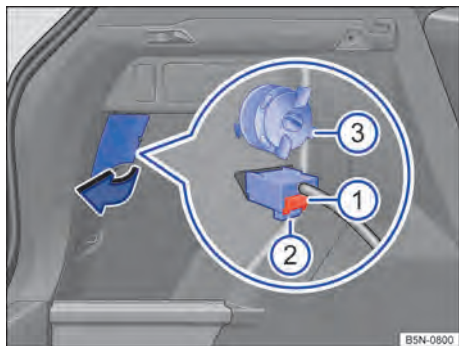

Fig. 200 Lateralmente no compartimento de bagagem: remover a lanterna traseira.
3. Abrir o corte do revestimento lateral do compartimento de bagagem na área da lanterna traseira no sentido da seta → Fig. 200.
4. Pressionar o bloqueio vermelho → Fig. 200 ❶ do conector e retirar o conector → Fig. 200 ❷. Se necessário, utilizar a chave de fenda das ferramentas de bordo para soltar o bloqueio vermelho.
5. Destravar o parafuso de fixação no sentido anti-horário → Fig. 200 ③.
12. Segurar a lanterna traseira na posição de instalação com uma das mãos e apertar o parafuso de fixação com a outra mão → Fig. 200 ③.